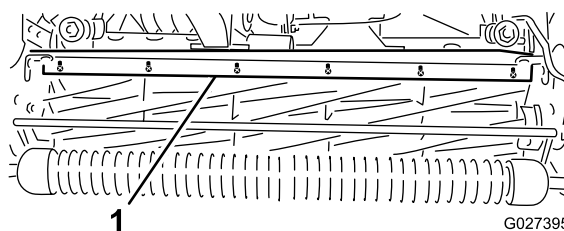

Figura 53
1. Allentate le viti che fissano la barra superiore (Figura 53) all'apparato di taglio.